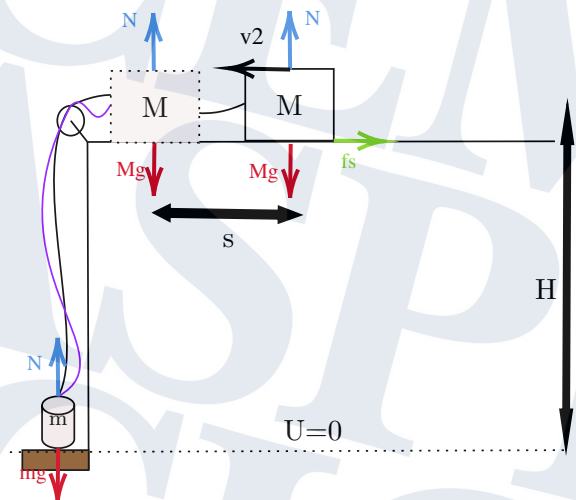

Figura 3: Momentos de las energías E_3 y E_4
3. Momento inmediato posterior al instante en que el contrapeso m alcanza el suelo (ver Figura 3, figuras sólidas). En este punto el contrapeso m está en reposo y la altura h es cero. La bandeja M mantiene la altura H sobre el suelo y posee una velocidad v , velocidad que se asume es la misma que tenía en el punto 2 (tome en cuenta que es solo una aproximación).
4. Momento final (ver Figura 3, figuras con líneas punteadas). En este punto el sistema está completamente en reposo y la bandeja M mantiene la altura H .